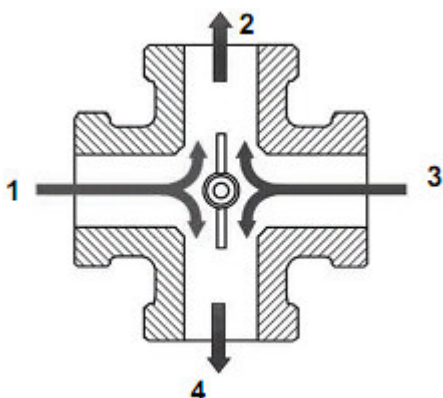

Рис. 8. Чотириходовий змішувальний клапан
Схеми інсталяції з використанням змішувальних клапанів і їхніми функціями представлено на рис. 8 + 10.
Рис.8а Зразок монтажу зміш. чотириходового клапана
Триходовий змішувальний клапан, встановлений у поверненні системи опалення (рис. 8а) дозволяє захисти котел від корозії зумовленої низькою температурою зворотної води шляхом збільшення її температури. Цей спосіб установки триходового клапана є однією з умов забезпечення гарантією котла.
**Без** встановленого трихордового (як на рис. 8а) або чотирехордового клапану котел позбавляється гарантійного обслуговування.